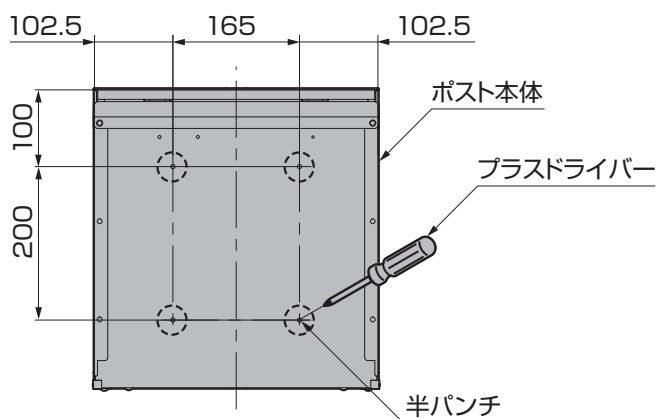

図3-1
- ① ポスト本体の背面4ヶ所の半パンチにプラスドライバーをあてハンマーなどでたたいて、穴をあけてください。(図3-1 参照)